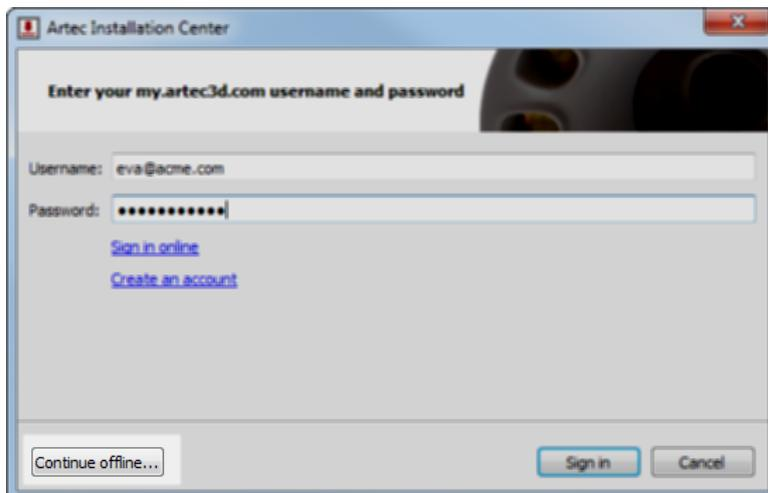

Рис. 4.13: Окно аутентификации в Artec Installation Center
2. В процессе установки откроется окно ввода регистрационных данных, как показано на Рис. 4.13. Нажмите кнопку *Продолжить в офлайн...*